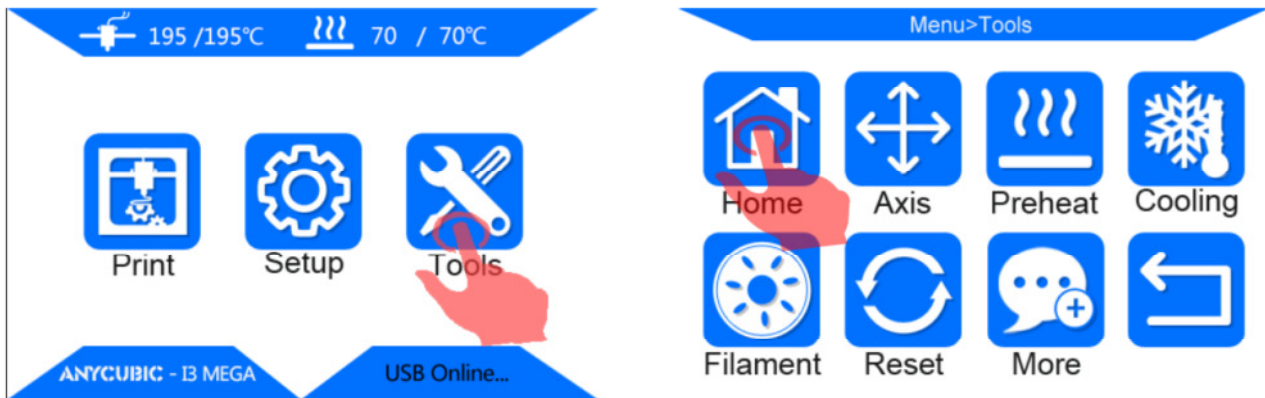

Abbildung 7
Schritt 2 Wie in **Abb. 7** gezeigt, klicken Sie im Home-Menü auf "Tools" → "Home" → "Home All"